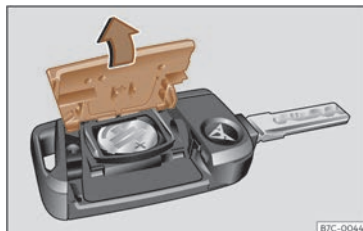

Fig. 44 Clau del vehicle: obertura de la tapa del compartiment per a la pila.
- Traieu la tapa a la part posterior de la clau del vehicle en la direcció de la fletxa >>> **fig. 44**, >>> ①.